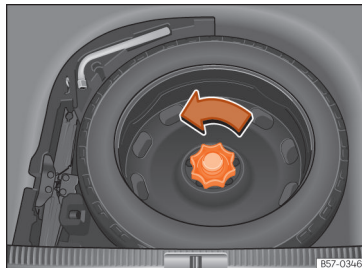

Рис. 241 Багажний відсік: піднята підлога.
- Повертайте кріпильний гвинт проти годинникової стрілки » **рис. 241**.